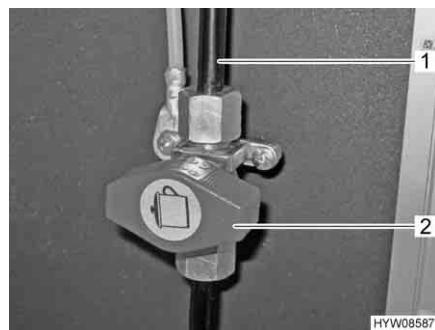

Fig. 38 Simbolo sul rubinetto di arresto del gas
Nel veicolo, il fornelletto a gas è dotato di un rubinetto di arresto del gas (Fig. 38,2).
- Posizionare il rubinetto di arresto del gas parallelamente alla tubatura (Fig. 38,1) che alimenta il fornelletto a gas.
- Posizionare il rubinetto di arresto del gas trasversalmente alla tubatura (Fig. 38,1) che alimenta il fornelletto a gas (Fig. 38).